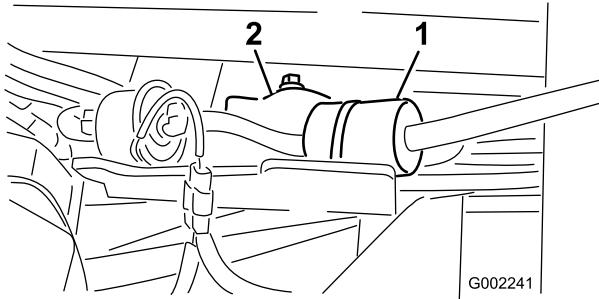

Figura 45
4. Afloje las abrazaderas y deslícelas por el tubo, alejándolas del filtro (Figura 45).